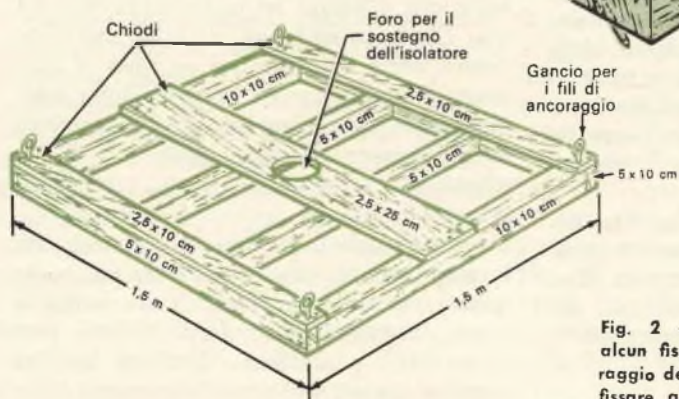

Fig. 2 - Questa base non richiede alcun fissaggio al tetto. I fili di ancoraggio dell'elemento radiante si possono fissare agli angoli con quattro ganci.
**Costruzione della base** - La prima cosa che vi occorrerà per il vostro sistema è naturalmente una base di appoggio. Come si vede nella *fig. 1* e nella *fig. 2*, questo appoggio può essere costituito da una struttura molto semplice che dovrà però essere
Se non potete piantare chiodi nel tetto o nel piano di supporto, potete scegliere la soluzione illustrata nella *fig. 2*. Si tratta di una piattaforma di forma quadrata, con i lati lunghi 1,5 m, la cui robusta costruzione è sufficiente a sostenere una leggera antenna verticale lunga 10 m senza richiedere un ancoraggio al piano di appoggio. Se abitate in una zona soggetta a forti venti sarà prudente zavorrate gli angoli della piattaforma con blocchi di calcestruzzo o di altro materiale analogo. Potete sistemare i ganci per i fili di ancoraggio come indicato nella *fig. 2*, anziché fissarli direttamente al tetto.